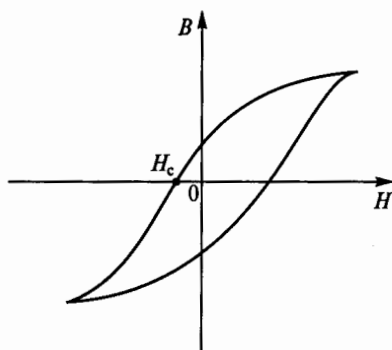

Рис. 43
**2.8.** Из рассмотрения петли гистерезиса на рис. 43 следует, что при напряженности катушки  $H$ , равной напряженности сердечника  $H_c$ , магнитная индукция  $B = 0$ . Что это означает?